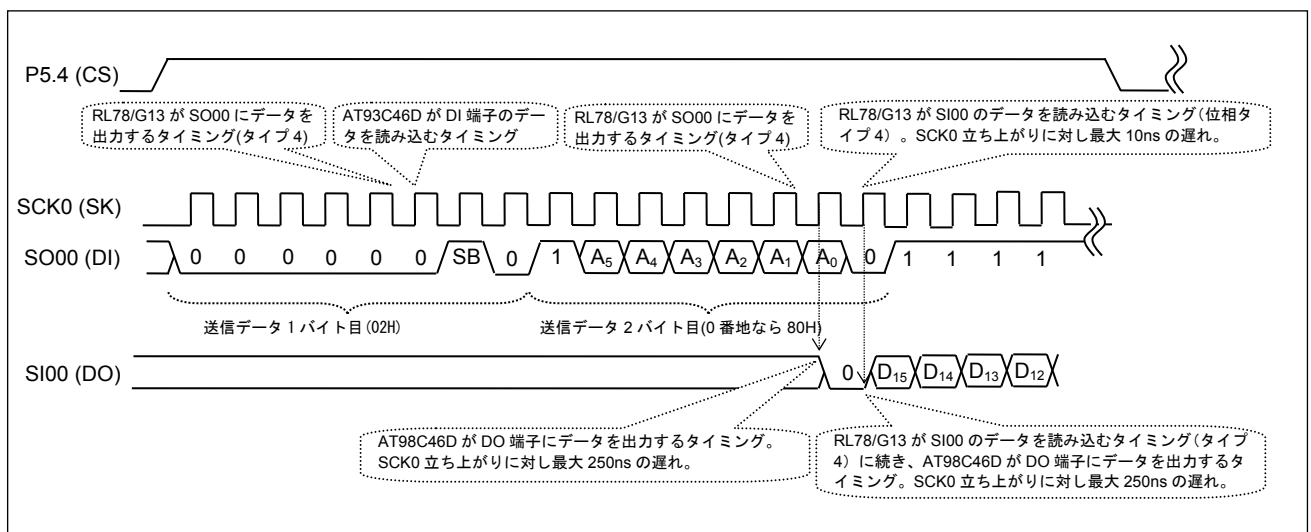

図 5.2 READ 命令実行時のタイミング
- (5) 対向機器 (AT93C46D) に READ 命令 (データ読み出し) を実行します。0 番地から 63 番地までを順に読み出し、書き込んだデータと同じ内容が読み出せていることをデバッガ (CS+) の画面上で確認します。読み出し範囲は対向機器 (AT93C46D) の 0 番地から 63 番地までなので、READ 命令は 64 回実行されます。図 5.2 に、READ 命令実行時のタイミングを示します。
読み込むデータは、1 番地あたり 2 バイトです。読み出し命令は、スタートビット(1)、OpC(2)、アドレス(6)、タイミング調整のダミービット[値 0] (1)、データ読み出し中のクロック供給を促すためのダミービット[値 FFFFH] (16)の計 26 ビットを unsigned char 型 4 バイトに後ろ (LSB) 詰め格納して送信します。つまり 1 バイト目は 00000010B、2 バイト目は 1A5A4A3A2A1A00B、そして 3 バイト目は FFH、4 バイト目も FFH となり、これを MSB ファーストで送信します。また、対向機器 (AT93C46D) はクロックの立ち上がりタイミングで DI 端子のデータを読み込みますが、DO 端子へのデータ出力もクロック立ち上がりのタイミングに同期します。そのため、本来であれば命令 3 バイト目から位相をタイプ 4 からタイプ 2 に変更するのが正しい方法ですが、AT93C46D の出力遅延時間が最大で 250ns であり、CSI00 のホールドタイムに比べて十分大きいことを考慮し、本アプリケーションでは位相タイプ 4 のまま送受信を継続させております。ただしこれはあくまで実験的な試みですので、お客様の開発におかれましては通信対向機器のデータシートをご確認頂き、仕様に合った設計をして頂きますようお願いいたします。図 5.2 に READ 命令実行時のタイミングを示します。